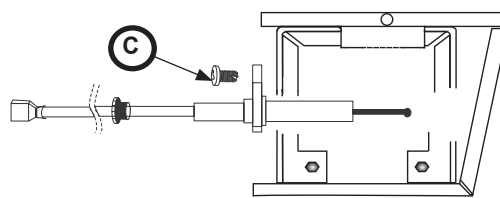

Fig. 9 - Électrode d'allumage et boîtier du brûleur
6. Enlevez la vis de l'électrode d'allumage (Fig. 9, C) (derrière la connexion du brûleur); enlevez délicatement l'électrode du boîtier du brûleur. Mettez-les de côté.
2. Insérez l'électrode et le capteur de flamme dans la petite ouverture arrière du boîtier du brûleur de la nouvelle unité de refroidissement avec sa pointe en « L » tournée vers vous (Fig. 9).